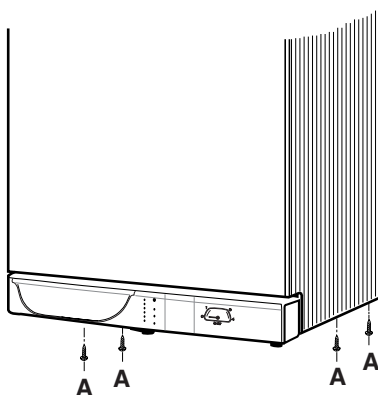

Fig. 20
- plaats de 4 bevestigingsvijzen A die zich op het onderste gedeelte bevinden (fig. 20).